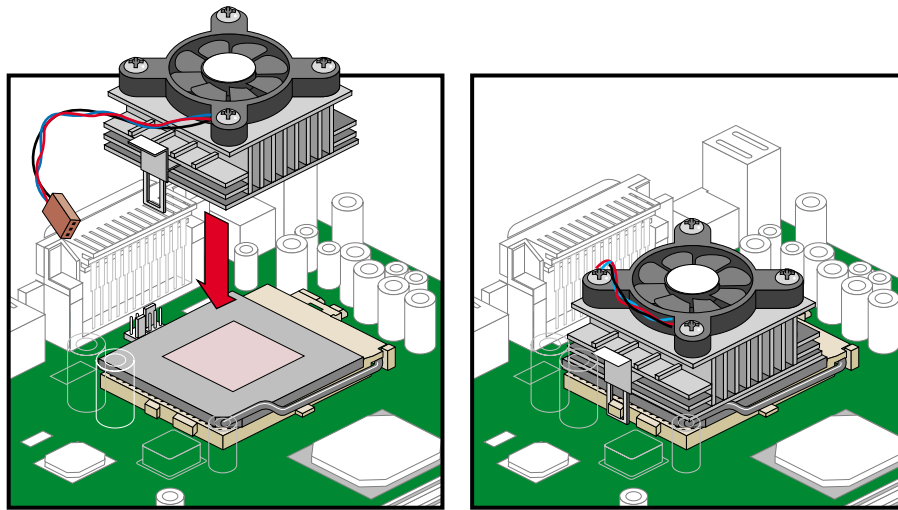

Abbildung 3-4 Anbringen des Lüfters/Kühlkörpers an der CPU
4. Bringen Sie eine Seite der Metallhalterung des Lüfters/Kühlkörpers am CPU-Steckplatz an, und drücken Sie die andere Seite der Metallhalterung vorsichtig nach unten, bis die Halterung einrastet. Abbildung 3-4 veranschaulicht das Vorgehen.